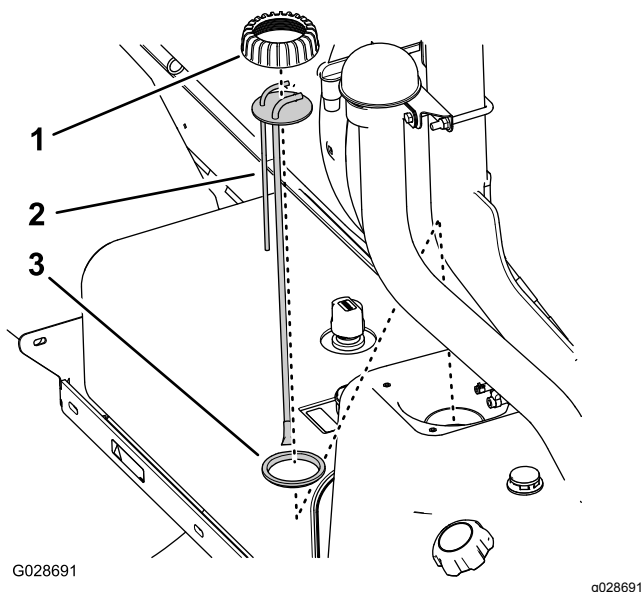

Bild 77
5. Drehen Sie den Kraftstoff-Steigrohr- bzw. Senderring nach links und nehmen Sie den Ring ab (Bild 77).
6. Heben Sie das Kraftstoff-Steigrohr bzw. den Sender aus dem Kraftstofftank heraus (Bild 77).
1. Setzen Sie den Steigrohrring auf das Steigrohr und das Steigrohr auf die Dichtung (Bild 77).
2. Fluchten Sie die Kappe, das Steigrohr und die Dichtung mit dem Tank aus und setzen Sie das neue Steigrohr vorsichtig in den Kraftstofftank ein (Bild 77).
3. Schrauben Sie den Deckel auf den Füllstutzen des Kraftstofftanks und ziehen Sie den Deckel mit der Hand fest (Bild 77).